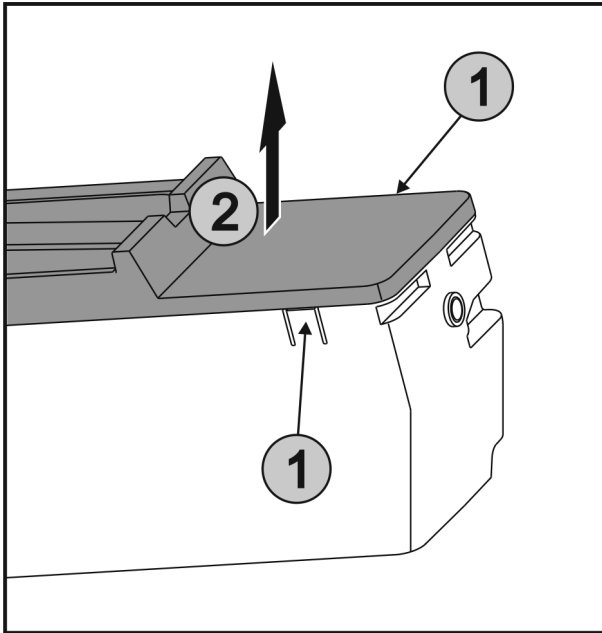

Fig. 64
- ▶ Натиснете едновременно езичетата Fig. 64 (1) от двете страни на EasyTwist-Ice и свалете капака Fig. 64 (2) нагоре.